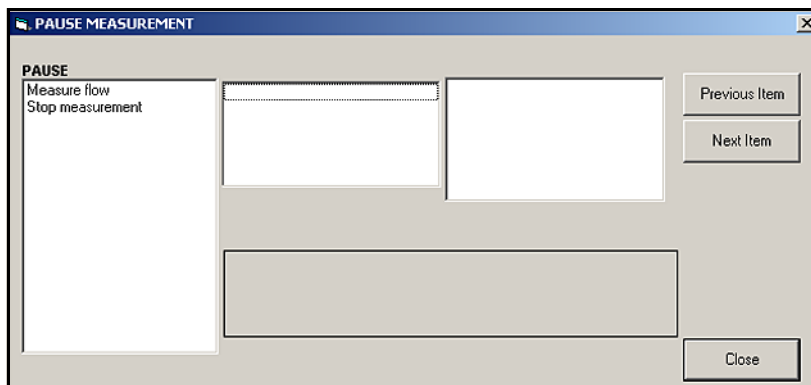

Figura 21: Finestra *Pause Measurement* (Pausa misurazioni)
2. Espandere l'opzione *Edit Functions* (Modifica funzioni) e fare doppio clic sulla voce *Pause Measurement* (Pausa misurazioni). Si apre una finestra simile a quella riportata nella *Figura 21*.